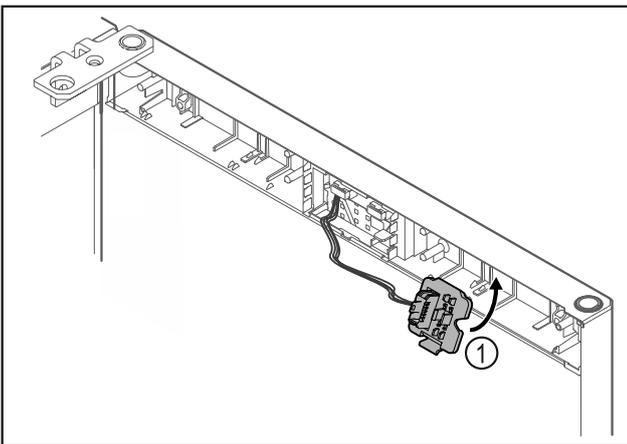

Fig. 21
- Encaje el soporte de conectores Fig. 21 (1) en el lado opuesto.